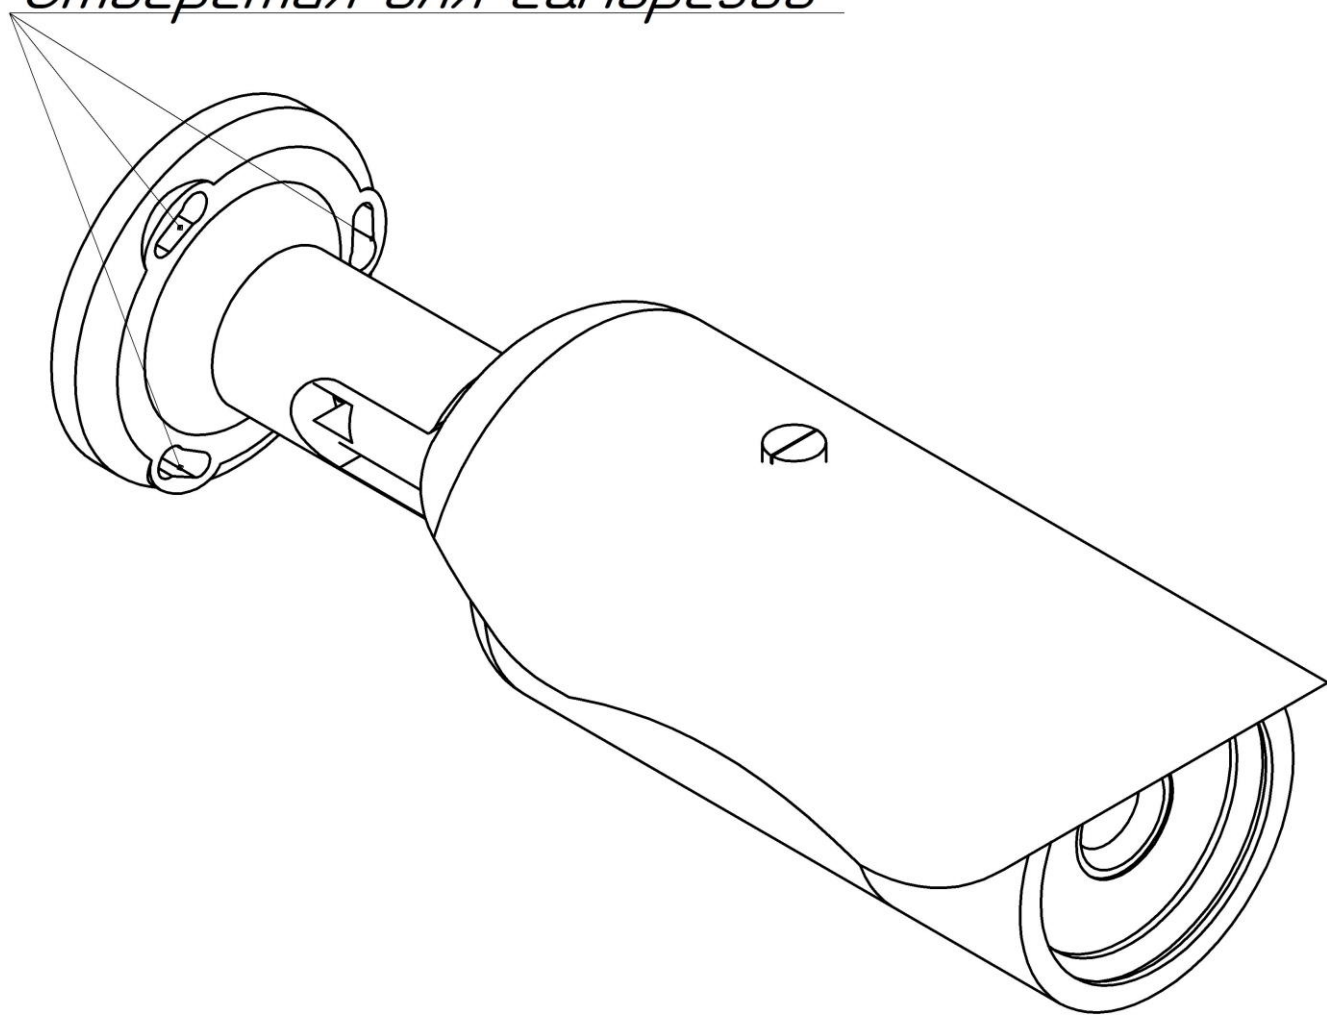

Рисунок 4 – Монтажная площадка тепловизора
1) Тепловизор закрепить к стенке саморезами из состава тепловизора (рисунок 4). Подключить кабель питания и сети. Настроить необходимый угол обзора путем поворота тепловизора.